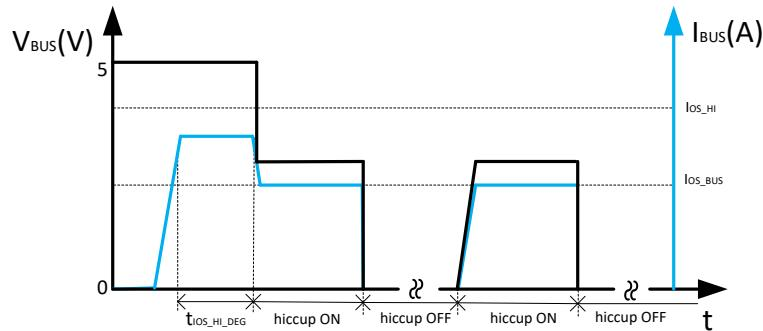

図 10-6. バス過電流保護
- 2 つ目の状態は、負荷電流が I_{OS_BUS} 以上まで増加したにもかかわらず、 I_{OS_HI} の設定より低い場合です。このデバイスでは $t_{IOS_HI_DEG}$ の間、USB ポートから I_{OS_BUS} への電流に制限をかけずに、USB ポートからこの大きな電流を出力することができます。グリッヂ除去時間 $t_{IOS_HI_DEG}$ が経過すると、デバイスは I_{OS_BUS} への出力電流を制限し、電流制限モードを維持して動作します。負荷によって I_{OS_BUS} 以上の電流が要求されると、図 10-6 に示すように、USB 出力電圧は $I_{OS_BUS} \times R_{LOAD}$ (抵抗性負荷) まで低下します。過電流制限状態が 4.1ms 以上続くと、対応の USB チャネルは、オフ時間 524ms、オン時間 4.1ms のヒカッピング・モードに入ります。他の USB チャネルは正常に動作します。